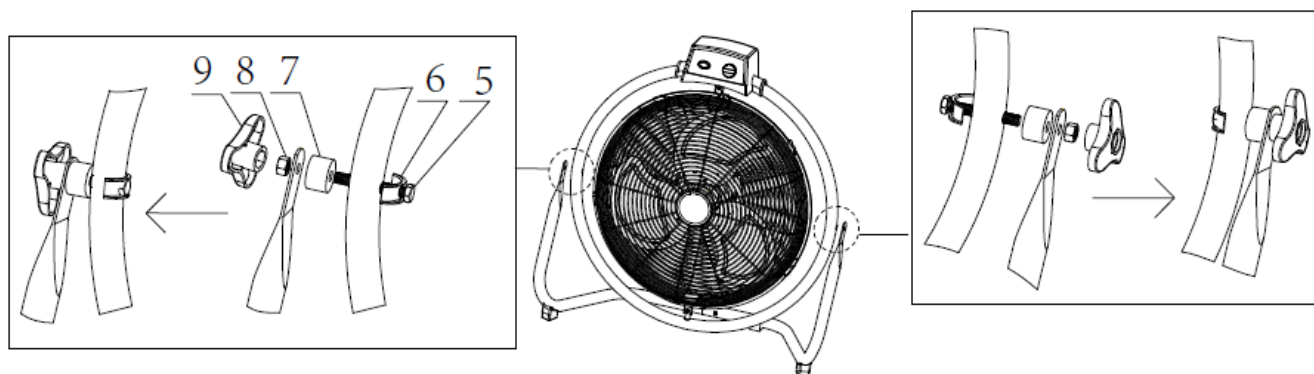

Fig. 2
Individuare il foro della vite sul lato sinistro della staffa circolare. Fissare il supporto circolare e la staffa di supporto sinistra con una vite lunga (5), uno statore a U (6), un ammortizzatore (7) e un dado (8). Il dado si ruota facilmente grazie all'apposito cappuccio a manopola (9). Seguire l'ordine di installazione indicato in Fig. 2.